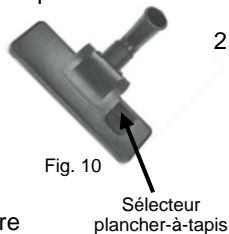

Fig. 10
2. Poussez le sélecteur plancher-à-tapis vers l'avant pour l'utiliser sur les planchers nus. Poussez-le vers l'arrière pour l'utiliser sur les tapis. (Fig. 10)